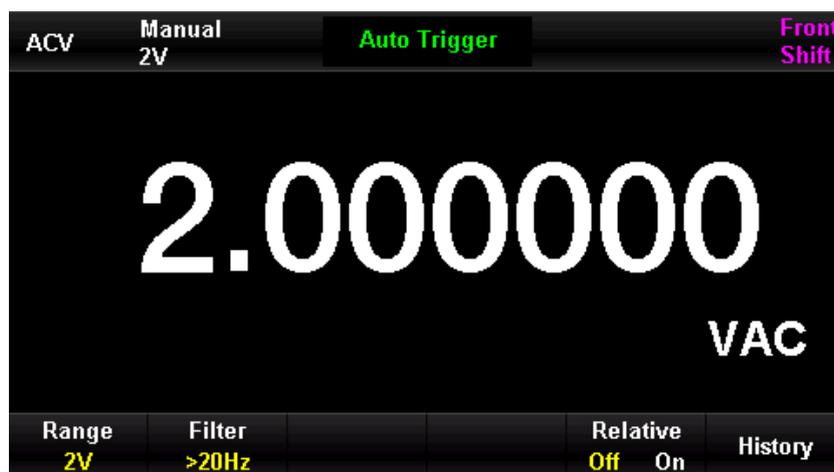

Abbildung 2-14 Menü zur AC-Spannungsmessung
1. Drücken Sie die Taste  auf der Vorderseite des Geräts, um das Menü zur Messung der Wechselspannung aufzurufen, wie in Abbildung 2-14.